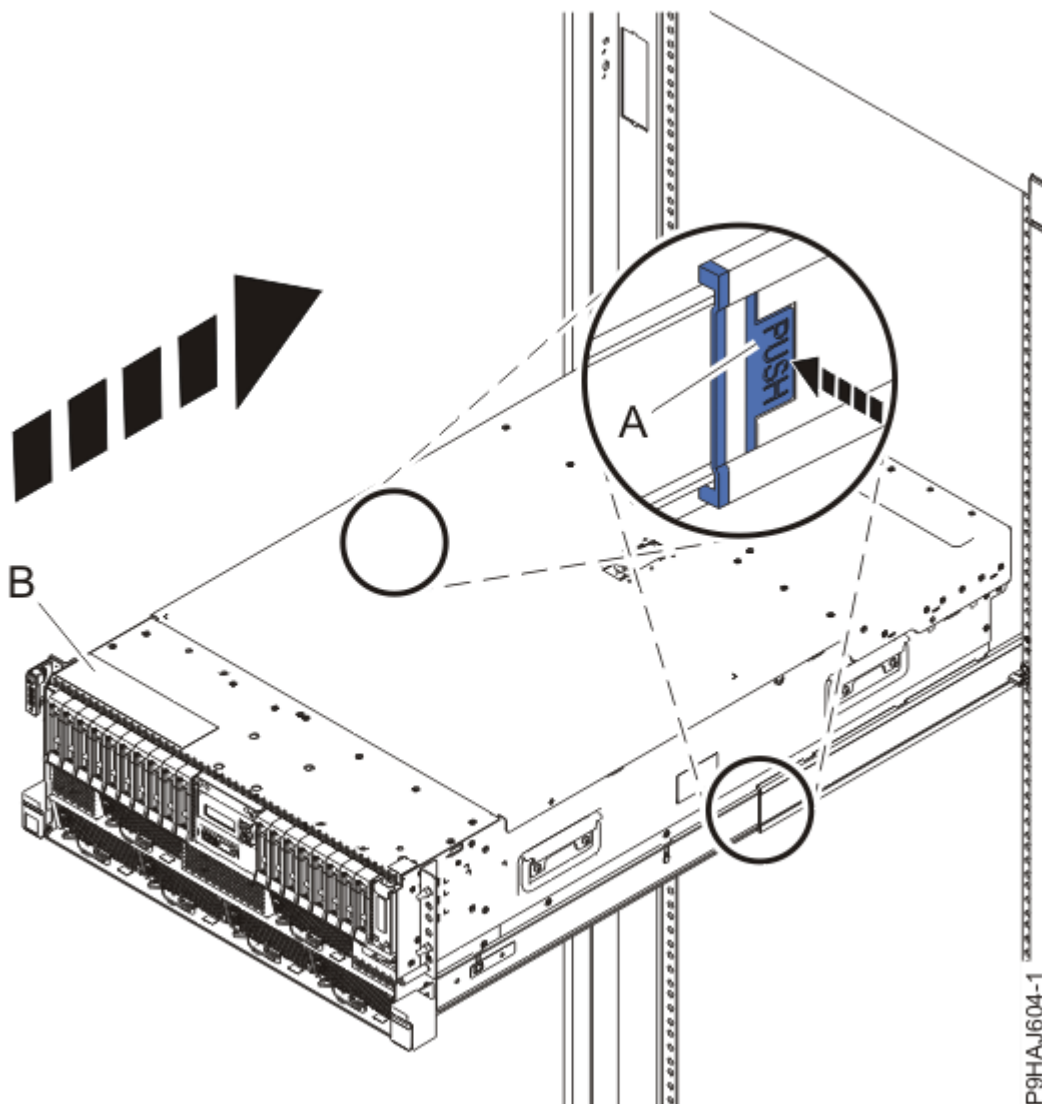

Figura 17. Colocación del sistema en la posición operativa
3. Para un sistema montado en bastidor, desbloquee los pestillos de seguridad de color azul de los rieles **(A)**, tal como se muestra en la Figura 17 en la página 24 presionándolos hacia dentro. Asegúrese de que los brazos portacables se pueden mover libremente. Asegúrese de que los cables de la parte posterior de la unidad no queden atrapados ni se enreden al empujar la unidad hacia la posición operativa.